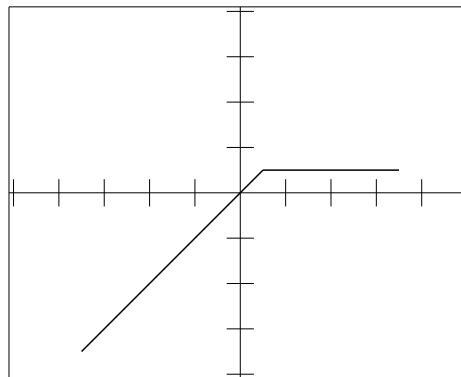

Figura 2: Osciloscopio en modo XY.
3. En la figura 2 representa la pantalla de un osciloscopio en modo XY, habiéndose introducido una señal triangular al circuito del diodo en lugar de una fuente de alimentación constante.
4. Tal y como se realizó la práctica del diodo si, en vez de obtenerse el resultado de la figura 2, la recta del tercer cuadrante no fuese de 45 grados, ello sería debido a que:
5. Si en vez de emplear un diodo de silicio, se hubiese empleado un diodo de Nitruro de Galio (un LED verde) que tiene una tensión umbral de aproximadamente 2V ¿cuál hubiese sido el cambio más destacado en la gráfica de la figura 2?
6. En la figura 2, se verifica que: